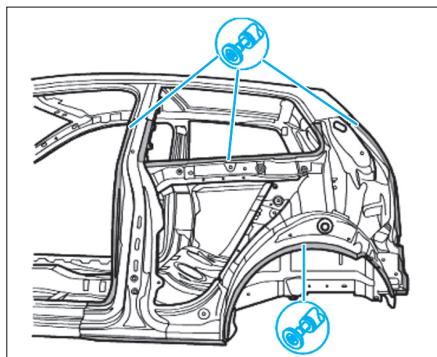

FIG. 101
- Enlever les morceaux restants comme illustré (Fig.101).